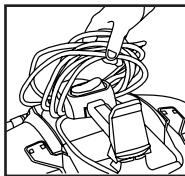

FIGURA 21
44. Tome todo el cable que está detrás de la manija y tire de él por encima del soporte posterior de enrollado de cable, tire del cable hacia la parte frontal de la aspiradora hasta que el mismo se desconecte del soporte de enrollado frontal. **FIGURA 21.**